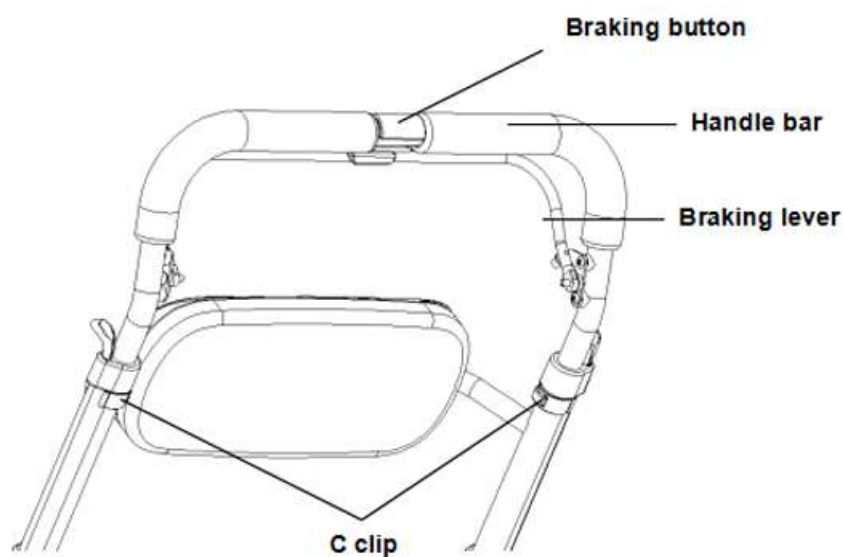

Figure 3
Commencez par retirer le clip en C, puis ajustez le tube de la poignée réglable vers le haut ou vers le bas à la hauteur souhaitée (comme indiqué à la figure 3), puis fixez-le avec le clip en C.
1. Freinage : Tenez la poignée et le levier de frein des deux mains et appuyez sur le levier de frein vers la poignée, comme illustré à la figure 3. Ensuite, attachez le levier de frein avec le bouton (voir figure 3), et assurez-vous que le frein est activé lorsque vous entendez un « clic ».